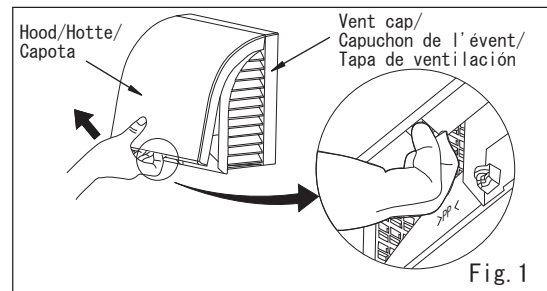

Fig. 1
(1) Take off the Hood as Fig. 1.
- ▲ Retirez la Hotte comme dans la Fig. 1.
- Saque la Capota como se muestra en la Fig. 1.
2. Take off the Hood as Fig. 1.
▲ Retirez la Hotte comme dans la Fig. 1.
■ Saque la Capota como se muestra en la Fig. 1.